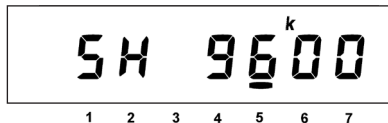

Рисунок 5.9
5.2.5.4 Окно «Начальная скорость обмена» (рисунок 5.9)